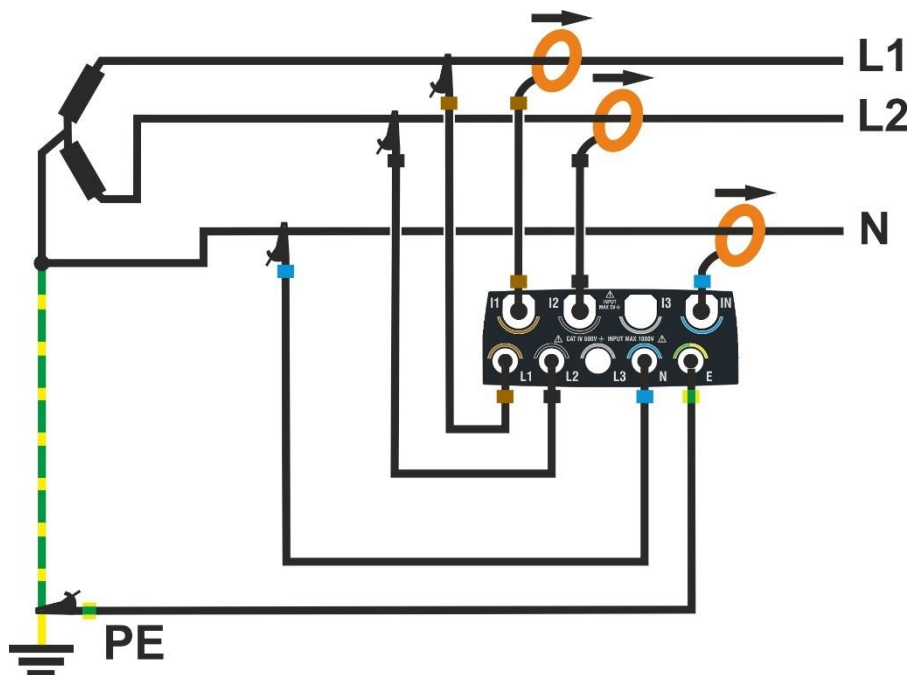

Fig. 69: Conexión del instrumento en un sistema Trifásico 3 hilos 3F 2E
2. Conecte los cables de tensión en los conductores de L1, L2, N y PE como se muestra en Fig. 69